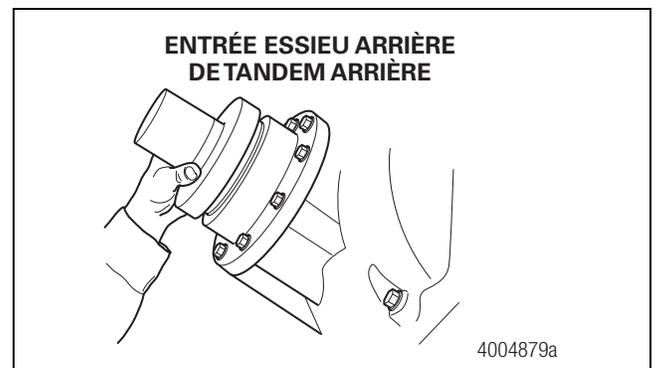

Figure 5.36
4. Installer la bague d'étanchéité d'entrée de l'essieu arrière de tandem arrière. Maintenir la bague d'étanchéité uniquement par son diamètre extérieur. Positionner la bague d'étanchéité dans le mandrin de bague, puis l'aligner avec le logement de roulements d'entrée de l'essieu arrière de tandem arrière. Utiliser un marteau à amortisseur et un mandrin approprié pour loger la bague d'étanchéité dans le logement de roulements. Figure 5.36.